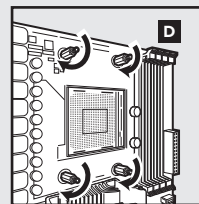

figure 2
- Zamocuj śruby dystansowe AMD (rysunek 2).
- Mocno dokręć wszystkie cztery śruby (rysunek 2).
- Прикрепите входящую в комплект опору AMD. (Рис. 2)
- Хорошо затяните все четыре винта. (Рис. 2)
- 连接随附的 AMD 隔架。(图2)
- 拧紧全部四个螺丝，直至牢牢地固定。(图2)